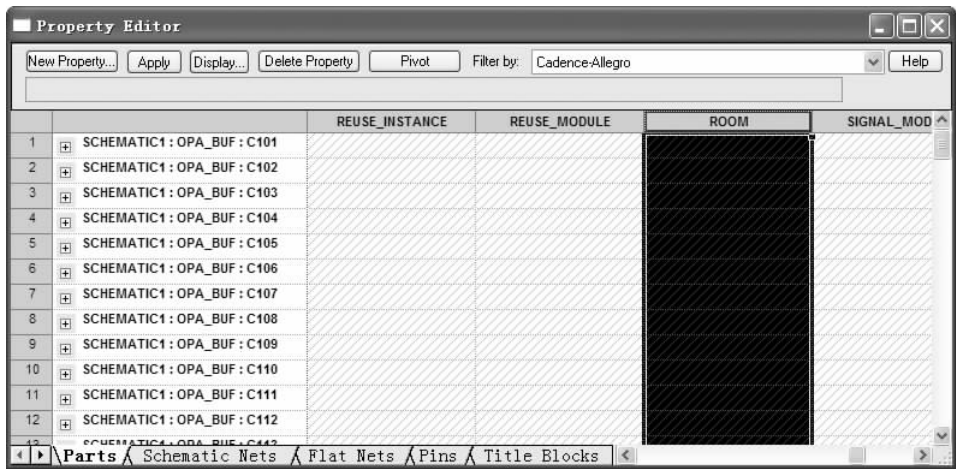

图 5-39 选中属性
2) 选择 “Cadence – Allegro”，添加属性 “Room” 属性，如图 5-39 所示。